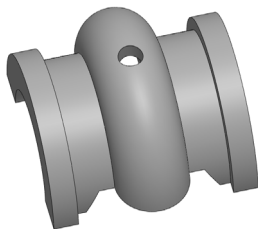

图 6-11 打开素材模型
(1) 单击常用工具栏中的【打开】按钮, 打开一幅素材模型, 如图 6-11 所示。